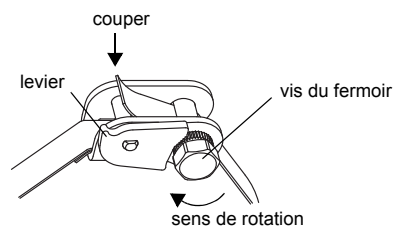

Fig. 9.43: Fermoir à cliquet avec sangle de fixation
- Coupez l'excédent de la sangle de fixation (voir Fig. 9.43).
**Note !** Pour desserrer la vis et la sangle de fixation, poussez le levier vers le bas (voir Fig. 9.43).